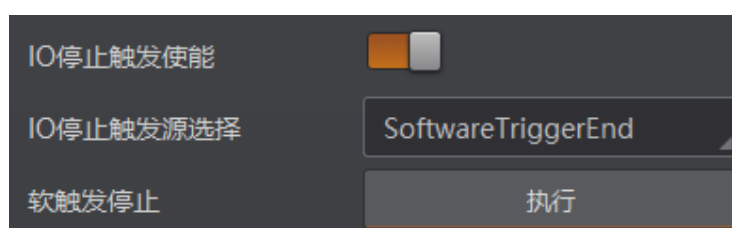

图3-57 I/O 软触发停止
- 当 IO 停止触发源选择 SoftwareTriggerEnd 时，可通过单击“执行”按钮停止触发，如图 3-57 所示。